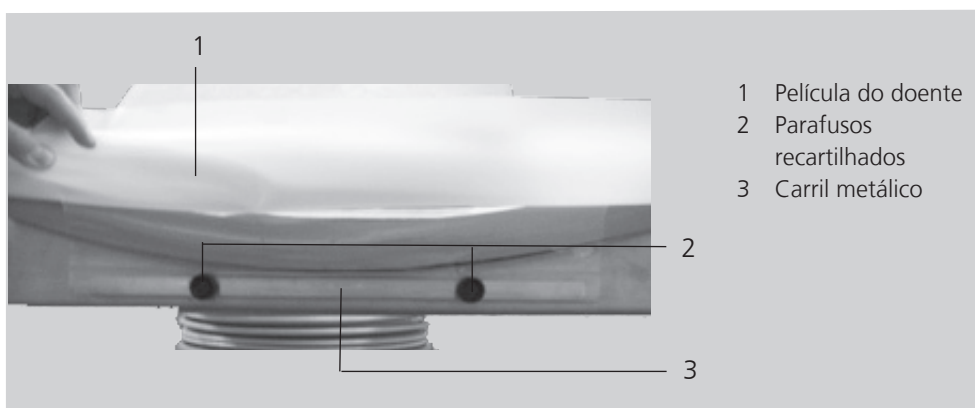

Figura 8-2 Calha normalizada com parafusos recartilhados
- Solte os dois parafusos recartilhados na parte dos pés (Figura 8-2/2).
- Introduza o carril metálico na película do doente (Figura 8-2).